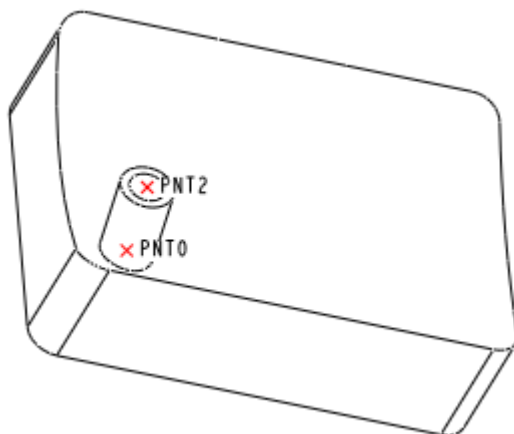

图 52-28
(5) 单击  按钮，完成特征的建立，结果如图 52-28 所示。